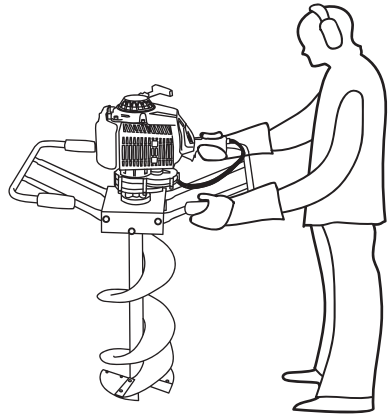

Рис. 10 Положение тела оператора при работе мотобуром
3. Примите устойчивую позу, расставив ноги на удалении от шнека (Рис. 10).